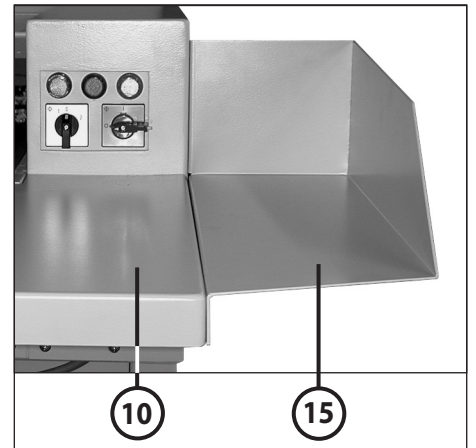
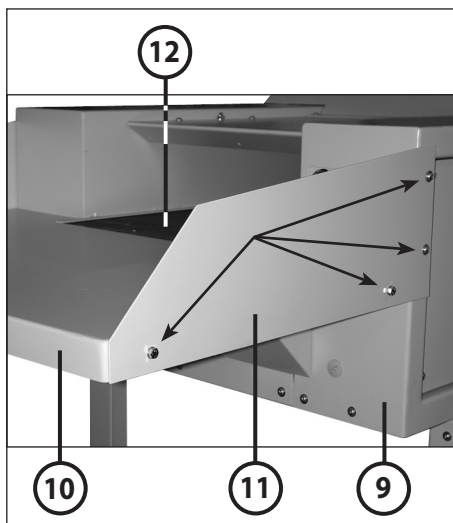
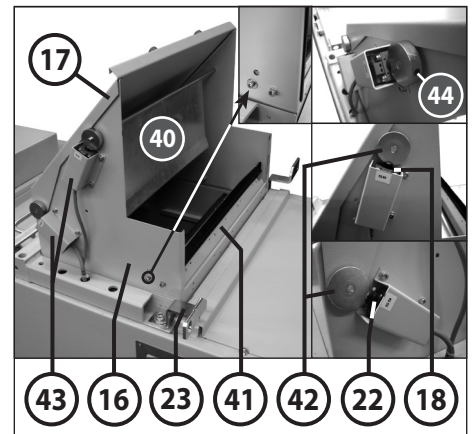

Abb. 5
Abb. 4
Abb. 6
- 11 = Schutzblech (Abb. 4)
- 15 = Schutzwinkel (Abb. 5) (optional)
- 18 = Endschalter S8 (Abb. 6 und 7)
- 22 = Endschalter S9 (Abb. 6 und 7)
- 40 = Schaltklappe (Abb. 6)
- 41 = Bürstenleiste (Abb. 6)
- 42 = Schaltnocken (Abb. 6 und 24)
- 43 = Schalterabdeckung (Abb. 6 und 24)
- 44 = Gewindestift (Abb. 6)
MONTAGE DER SCHUTZWINKEL (15) (Abb. 4 und 5):
Bei Bedarf kann durch das Anbringen zweier Schutzwinkel (15) (Abb. 5) anstelle der beiden Schutzbleche (11) (Abb. 4) eine Verbreiterung der Auflagefläche des Tisches erreicht werden (siehe auch unter „SONDERZUBEHÖR“).
1. Die jeweils 4 Schrauben mit Unterlegscheiben an der Gehäuse-Seitenwand (9) links und rechts sowie am Tisch (10) abschrauben (siehe Pfeilmarkierungen Abb. 4).
2. Beide Schutzbleche (11) entfernen und die beiden Schutzwinkel (15) mit Hilfe der zuvor abgeschraubten Schrauben und Unterlegscheiben an der Gehäuse-Seitenwand (9) links und rechts sowie am Tisch (10) festschrauben.
MONTAGE DES TRICHTERS (16) (Abb. 6 und 24):
1. Die Transportsicherung (Binder) an der Ausstoßklappe (25) lösen und die Klappe nach unten schwenken.
2. Den Trichter (16) aus dem Pressraum nehmen, wie gezeigt, über der Einfüllöffnung platzieren und mit Hilfe der 7 Innensechskantschrauben M6x12 von innen her an der Presse befestigen.
3. Die Bürstenleiste (41) am Trichter (16) in die senkrechte Position drehen (Bürste zeigt nach oben) und in dieser Stellung (unteres Bohrloch verwenden) mit den zwei mitgelieferten In-